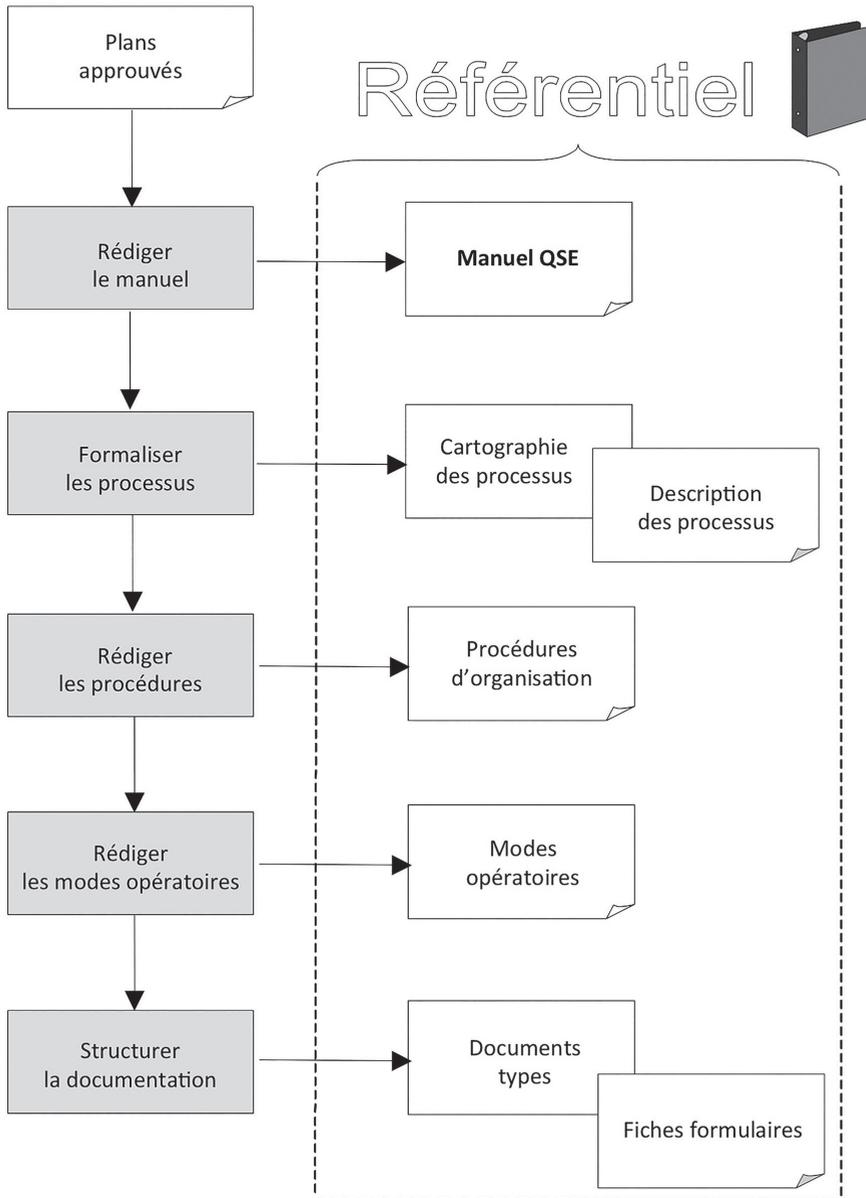

Figure 1.4 Conception du système de management
**Logigramme du processus** : voir figure 1.4.